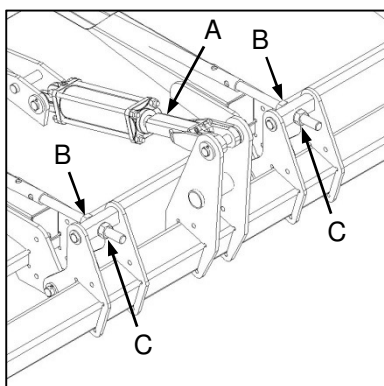

Fig. 8
- ✔ Set the rear height to the maximum setting by operating the main height adjustment cylinder and applying the cylinder lock (Fig. 8-A).
- ✔ Stel die agterste snyhoogte op die maksimum deur die hoof-hoogteverstellingsilinder te verleng en die silinderslot te sluit (Fig. 8-A).
- ✔ Release the tie-rod locknuts (Fig. 8-B) and turn the adjusting nuts (Fig. 8-C) clockwise to raise the front of the implement in relation to the rear. Conversely, turn these counter-clockwise to lower it.
- ✔ Ontspan die spoorstangsluitmoere (Fig. 8-B) en draai die verstelmoere (Fig. 8-C) kloksgewys om die voorste deel van die implement relatief tot die agterkant te verhoog, of antikloksgewys om dit te verlaag.